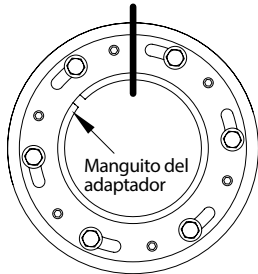

Figura 2. Marque la cara de la tuerca externa y del adaptador
5. **Importante: Marque una línea a lo largo del frente y la parte superior del adaptador y la tuerca externa para usarla como una referencia de ubicación, vea la figura 2. Este es un punto crítico y representa la ubicación del ensamble de la tuerca antes de apretar los pernos de cabeza hexagonal.**